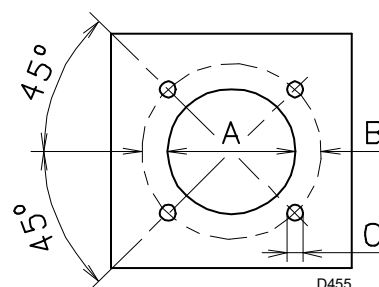

Fig. 14
Furar a placa de fecho da câmara de combustão como em Fig. 14 (Tab. J) A posição dos furos roscados pode ser marcada ao utilizar a proteção térmica fornecida com o queimador.
- Deslizar todo o queimador para o orifício da caldeira previamente preparado (Fig. 14) e fixar com os parafusos fornecidos.